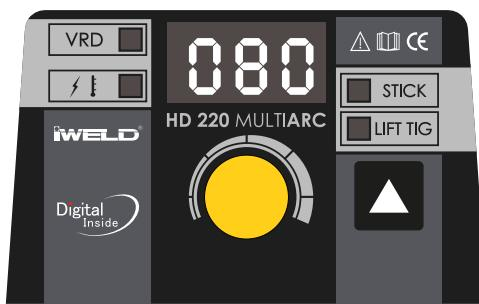

Bild 3: Die Anzeige in der LIFT TIG Mode
1. Nach Beendigung des Schweißens drücken Sie kurz die [STICK/LIFT TIG] und die [VRD] Schalterknöpfe! Die LIFT TIG Anzeige leuchtet auf und die Anlage schaltet um zu LIFT TIG Mode. Die Anzeige auf der Frontplatte zeigt die Information wie auf dem Bild 3. zu sehen ist.